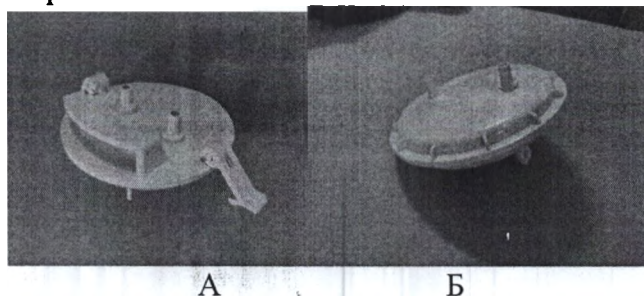

Рис.3 Крышка емкости
• Плотно закройте крышку емкости, присоедините шланг отсоса к входному отверстию («IN») емкости для секрета (см.рис. 3), и запустите оборудование, повернув до упора ручку вакуумного регулятора по часовой стрелке.